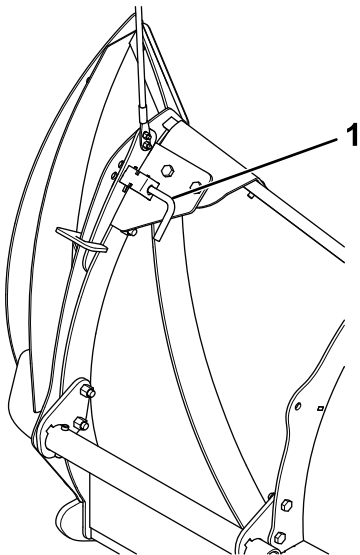

Bild 7
12. Drehen Sie den Pflugschild nach vorne und arretieren Sie diesen mit dem Federstift (Bild 7).